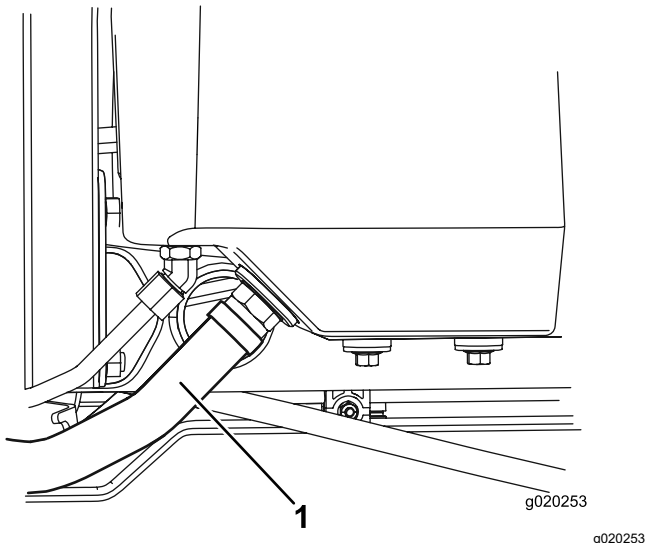

Figura 92
2. Desconecte la manguera hidráulica grande (Figura 92) del depósito y deje fluir el fluido hidráulico en un recipiente apropiado.